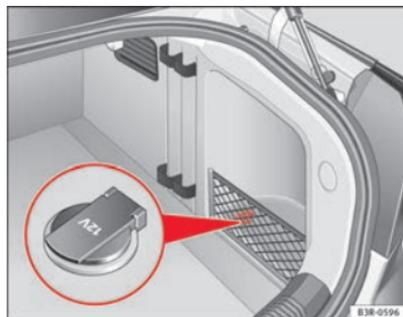

Fig. 125 Pormenor do revestimento lateral do porta-bagagens: Tomada de corrente de 12 Volts
- Levante a tampa da tomada de corrente ⇒ fig. 125.